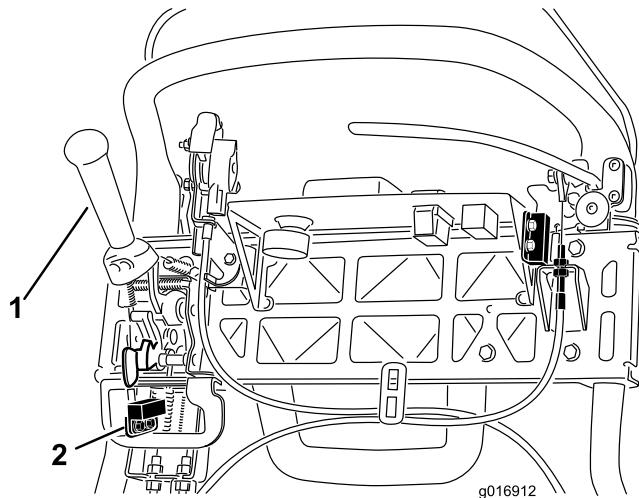

Bild 38
4. Lösen Sie die Befestigungsschrauben des Sicherheitsschalters (Bild 38).
5. Legen Sie eine 1,6 mm dicke Beilagscheibe zwischen den Fahrerantriebshebel und den Sicherheitsschalter (Bild 38).